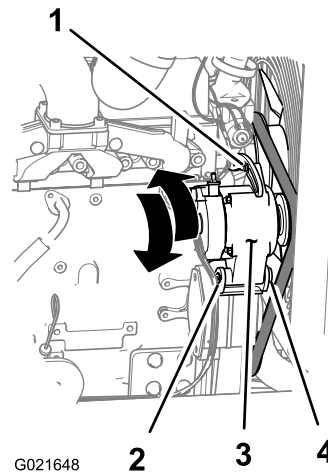

Bild 118
3. Lösen Sie die Mutter und die Schraube am Drehpunkt für die Lichtmaschine (Bild 118).
4. Lösen Sie die Einstellschraube an der Lichtmaschine (Bild 118).
5. Bewegen Sie die Lichtmaschine vom Motor weg, um die Riemenspannung zu erhöhen; bewegen Sie die Lichtmaschine zum Motor, um die Riemenspannung zu verringern (Bild 118).
6. Ziehen Sie die Einstellschraube für die Lichtmaschine an (Bild 118).
8. Wenn die Riemenspannung richtig ist, ziehen Sie die Mutter und Schraube am Drehpunkt für die Lichtmaschine an (Bild 118); wiederholen Sie sonst die Schritte 4 bis 7.